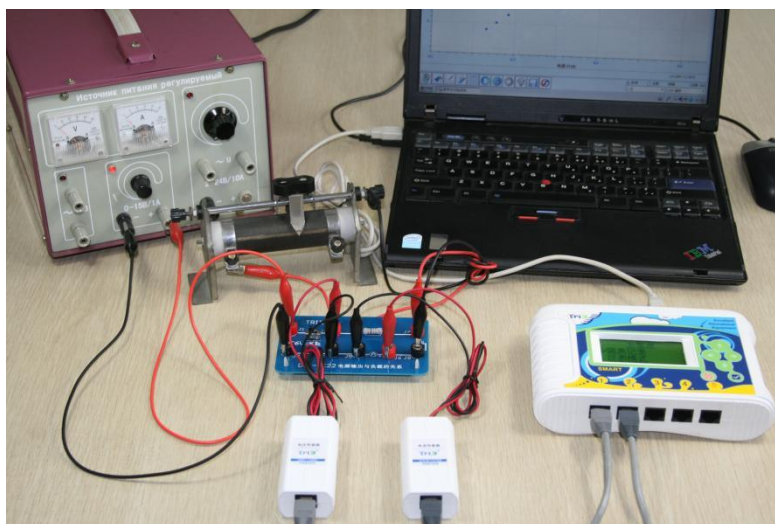

Рис.3 Собранная экспериментальная установка
1. Как показано на рис. 3 выше, подключите датчик напряжения и датчик тока к регистратору, затем подключите регистратор к компьютеру;